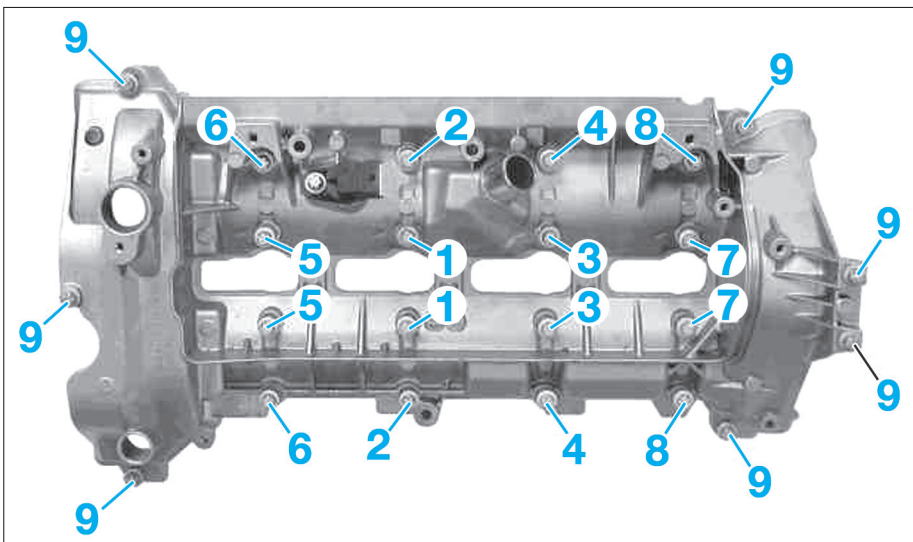

FIG. 24
- Déposer le couvre-culasse dans l'ordre inverse indiqué (Fig.24).